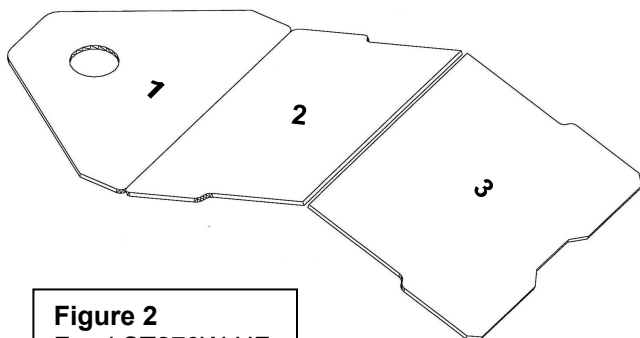

Figure 2
- Positionner le fond en respectant l'ordre indiqué sur la figure 2 ou 3 suivant le modèle :